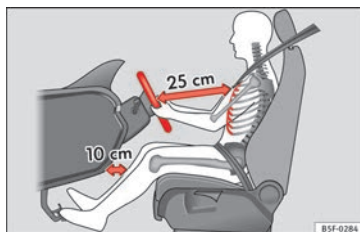

Fig. 82 La distanza corretta tra il conducente e il volante
- Regolare la posizione del volante in modo tale che la distanza tra il volante stesso e il torace sia di almeno 25 cm ►► **fig. 82.**
- Posizionare il sedile del conducente in modo che si riescano a premere fino in fondo i pedali del freno, della frizione e dell'acceleratore senza distendere completamente le gambe ►► **fig. 82.**
- Posizionare il sedile di guida in modo tale che tra lo sterzo del conducente e il centro del volante ci sia una distanza di almeno 25 cm » fig. 82. Se si sta seduti a meno di 25 centimetri di distanza non si può essere protetti con adeguata efficacia dal sistema degli airbag.